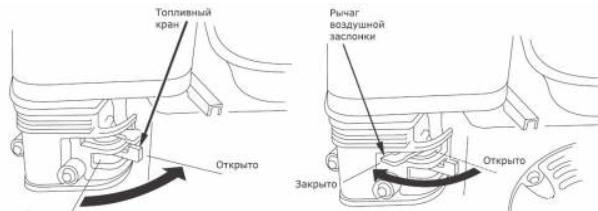

Рис. 5
- Поверните топливный кран в положение «Открыто» (Рис.5);
- Переведите рычаг воздушной заслонки в положение: (Рис.5):